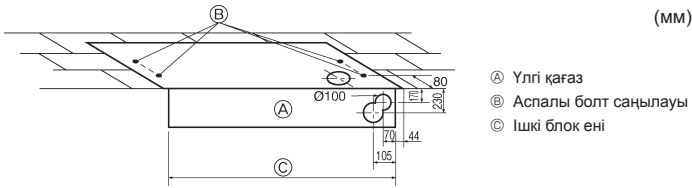

Fig. 3-3
3) Аспалы болттар мен құбыр позицияларын таңдау (Fig. 3-3)